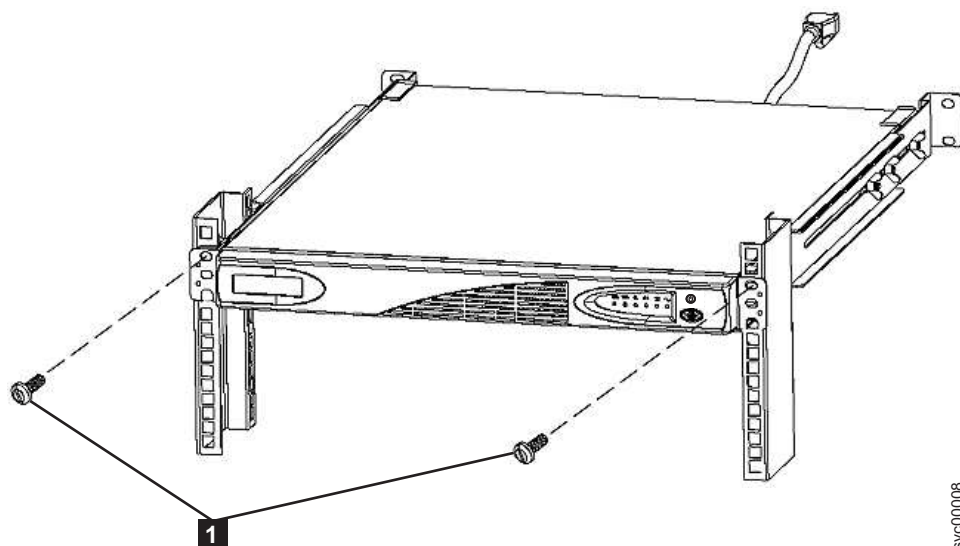

Figura 350. Removendo os parafusos frontais do 2145 UPS-1U
1. Solte e remova os dois parafusos M6 × 10 de cada lado do 2145 UPS-1U (**1** em Figura 350 na página 431).